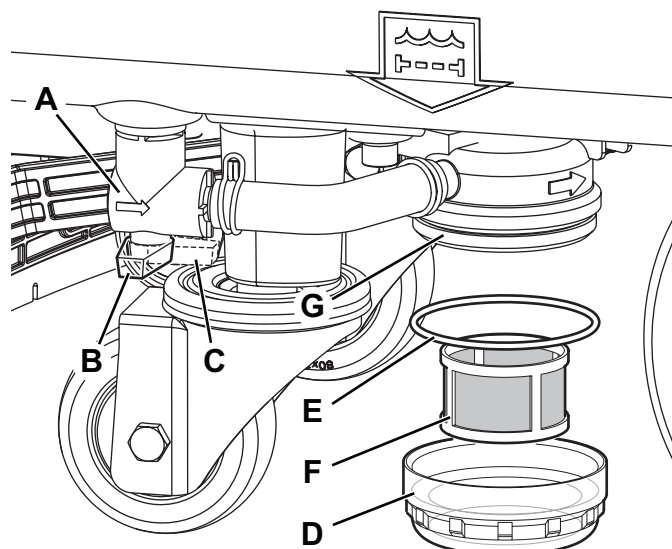

Abbildung 9
3. Den Hahn der Reinigungslösung (A, Abb. 9) schließen. Der Hahn ist geschlossen, wenn er sich in der Stellung (B) befindet, und er ist geöffnet, wenn er in der Stellung (C) ist.
4. Den durchsichtigen Becher (D) abnehmen, Dichtung (E) beiseite legen und Siebfilter (F) entfernen. Mit Wasser waschen und abspülen, dann wieder sorgfältig am Filterhalter (G) befestigen.
5. Den Hahn (A) öffnen.